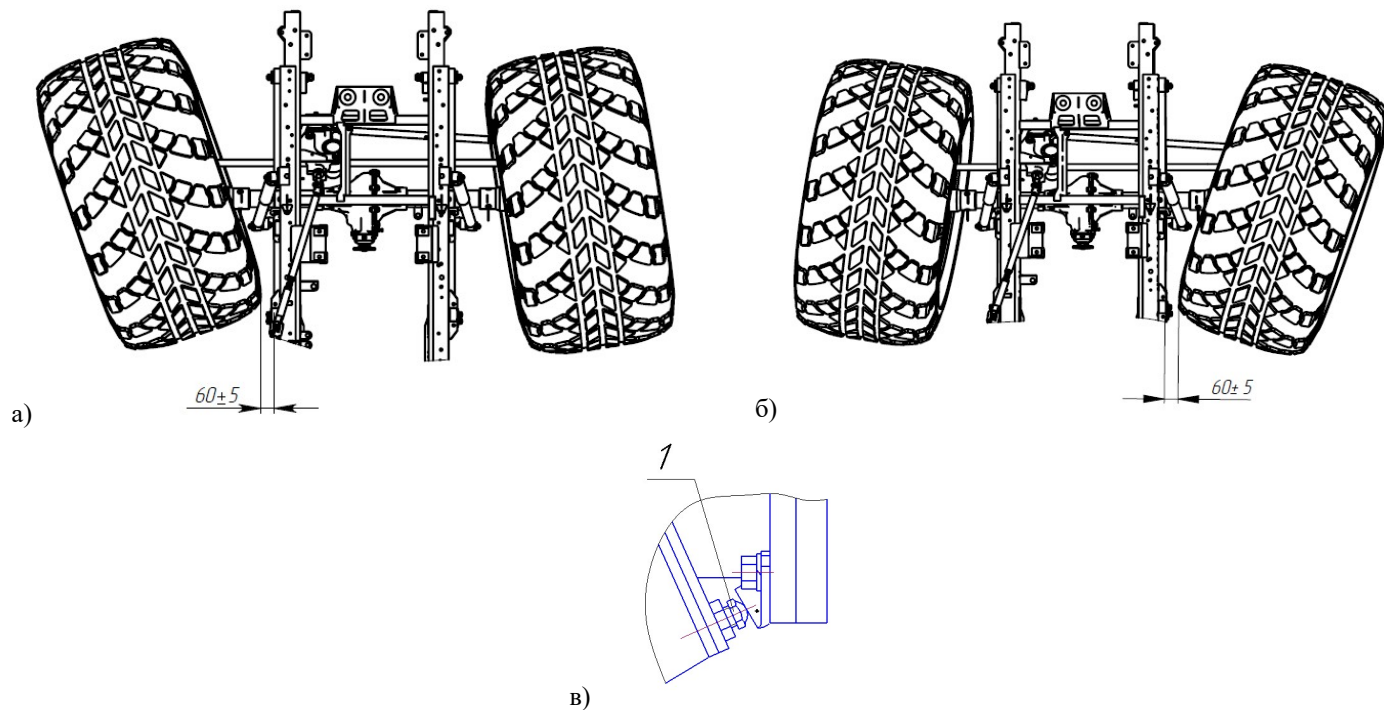

Рис. 6.17. Регулировка углов поворота колес.
Произвести регулировку углов поворота колес переднего моста влево (см. Рис. 6.17 а) и вправо (см. Рис. 6.17 б). Для этого регулировочные болты упоров-ограничителей (Рис. 6.17 в) поворота колес выставить таким образом, чтобы колеса по боковой поверхности шин сзади, при поворотах до упора в регулировочные болты, не доходили до боковых поверхностей рессор на  $60 \pm 5$  мм (Редуктор КР, диск №3, шина 1280 – расстояние от боковой поверхности шин сзади до боковых поверхностей рессор – 115 мм).
12. Установить колеса ВТС на твердую горизонтальную поверхность и запустить двигатель. Упоры отрегулированы правильно если не происходит перекоса моста при повороте рулевого колеса от «упора» до «упора». При этом упорные болты 1 (рисунок 6.17) должны не доходить до балки моста 0,5...1 мм.
б) Поворачиваем руль до упора вправо. Вращаем упор ограничительного винта 1 против часовой стрелки, контролируя при этом расстояние между упорным болтом и упором (рисунок 6.17). Расстояние должно быть не более 0,5...1 мм.
в) Поворачиваем руль до упора влево. Вращаем упор ограничительного винта 2 против часовой стрелки, контролируя при этом расстояние между упорным болтом и упором (рисунок 6.17). Расстояние должно быть не более 0,5...1 мм..